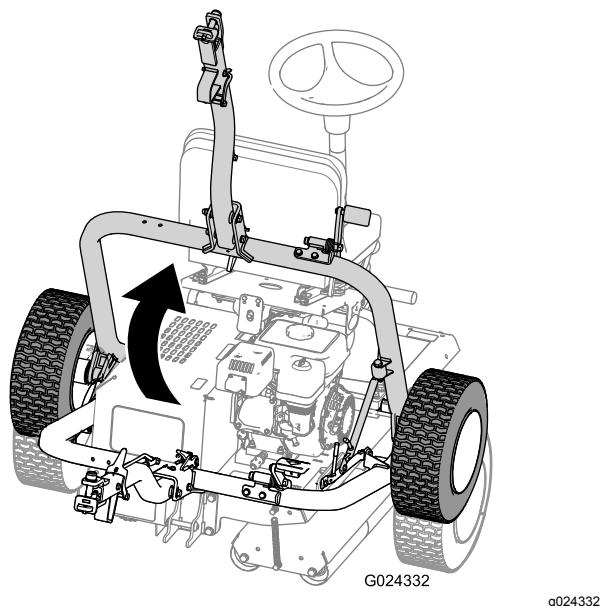

Figura 28
- D. Levante la barra de tracción (Figura 28) hasta que la palanca de cierre se bloquee en la muesca de la guía (Figura 24).